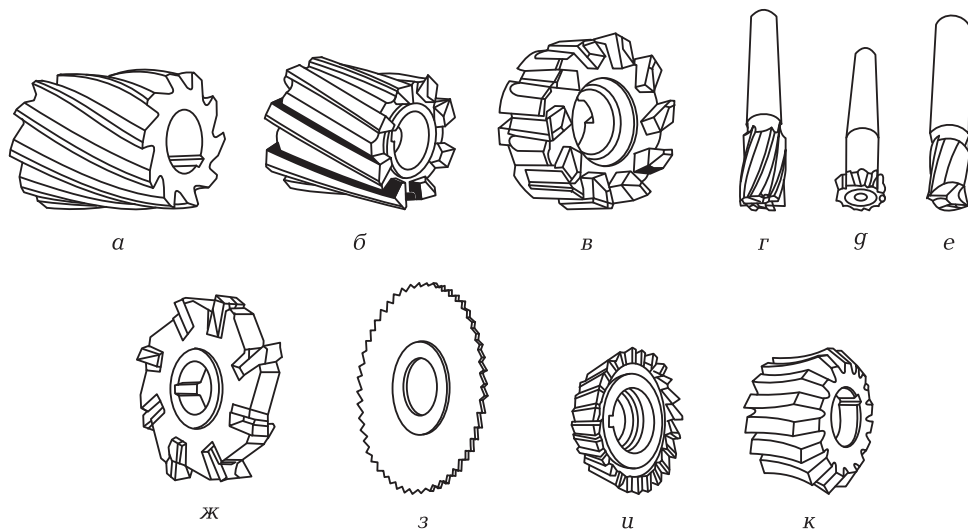

Рис. 1.2. Виды фрез
21. Укажите виды фрез, изображенных на рис. 1.2: